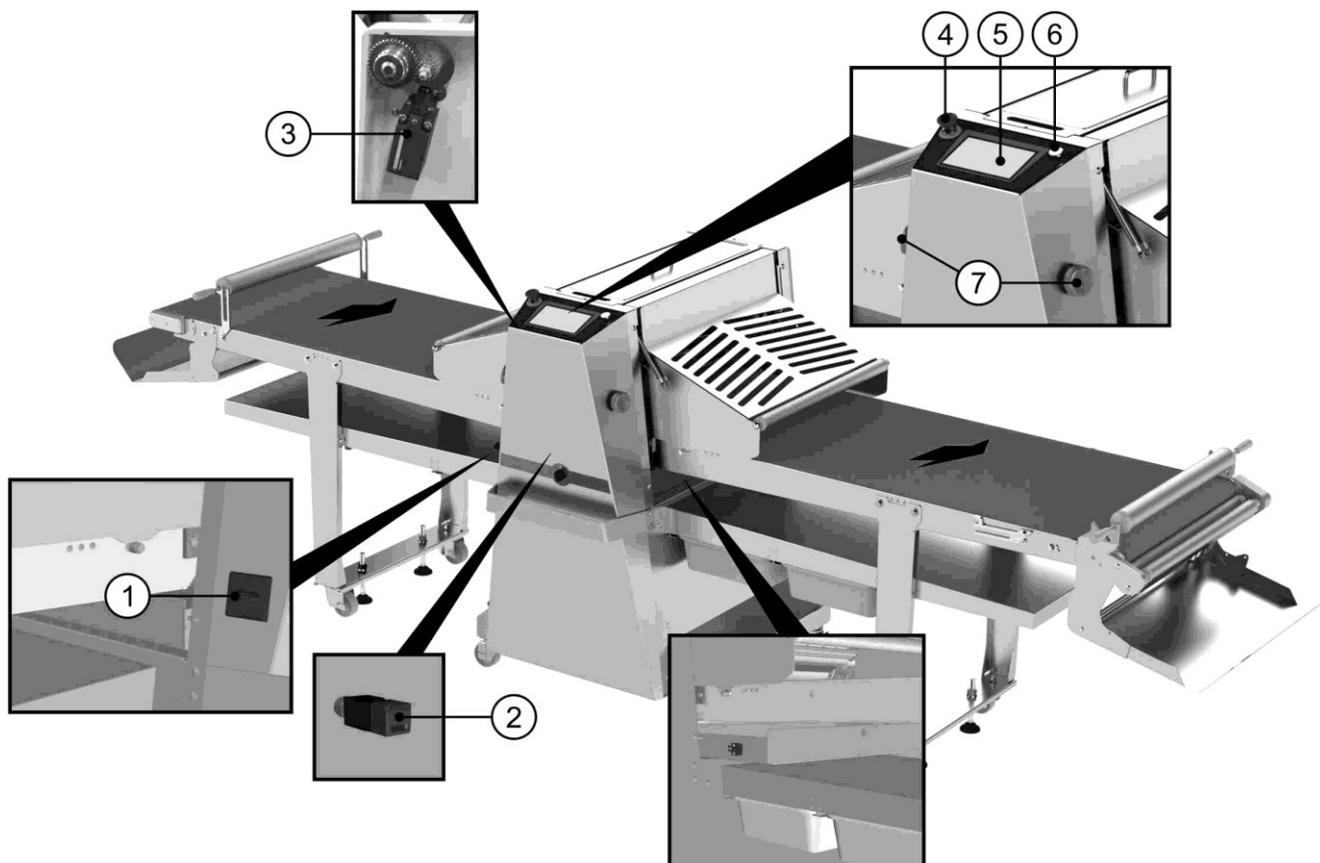

Рисунок 4
Ссылаясь на Рисунок 4, машина оборудована следующими устройствами управления и контроля:
- После каждого включения машины необходимо активировать её рабочий режим посредством кнопки Из. 6 Рисунок 4. Эта операция должна выполняться каждый раз, когда производится остановка машины в результате срабатывания сигналов безопасности (откройте защитное устройство или нажмите кнопку аварийного сигнала)
- Проверить кнопку аварийного сигнала Из. 4 Рисунок 4 которая должна быть отключена (в противном случае необходимо отключить её)
- Выставить общий выключатель в позицию I (**ВКЛ**) Из. 1 Рисунок 4
- Кнопка запуска рабочего режима оборудования Из.6 Рисунок 4 засветится для указания на наличие напряжения (белым непрерывным светом)